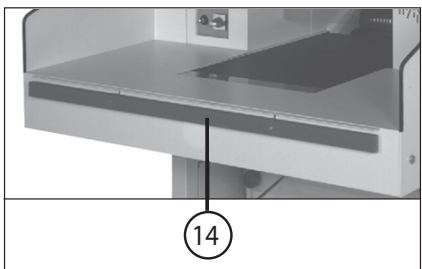

Fig. 7
1. Desbloquear la regleta de parada de emergencia (14) (fig. 7) en la mesa de la destructora de documentos (extraer la regleta) y conectar el interruptor principal (1) (posición "1").
14 = Listello di arresto d'emergenza (fig. 7) Se per un motivo qualsiasi fosse necessario disinserire o fermare la più presto possibile la macchina, si deve premere il listello di arresto d'emergenza. Per il reinserimento della macchina si deve sbloccare (tirare in fuori) il listello e premere il pulsante „Funzionamento in avanti della taglierina" (3).
- Sbloccare il listello di arresto d'emergenza (14) (fig. 7) sul tavolo del distruttore di documenti (estrarre il listello) e inserire l'interruttore principale (1) (posizione „1“).